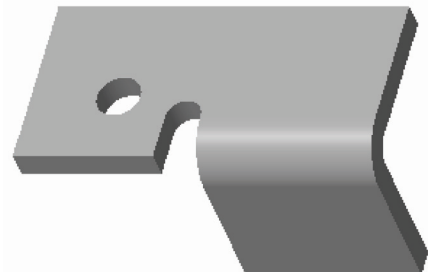

图 6-87 创建简单直孔
STEP 06 单击“完成”按钮, 即可创建简单直孔，效果如图 6-87 所示。